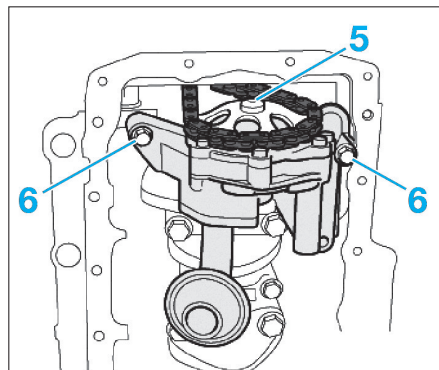

Fig. 16
• Déposer la vis (5) du pignon de pompe à huile (Fig.16).
• Déposer les vis (6) de la pompe à huile.